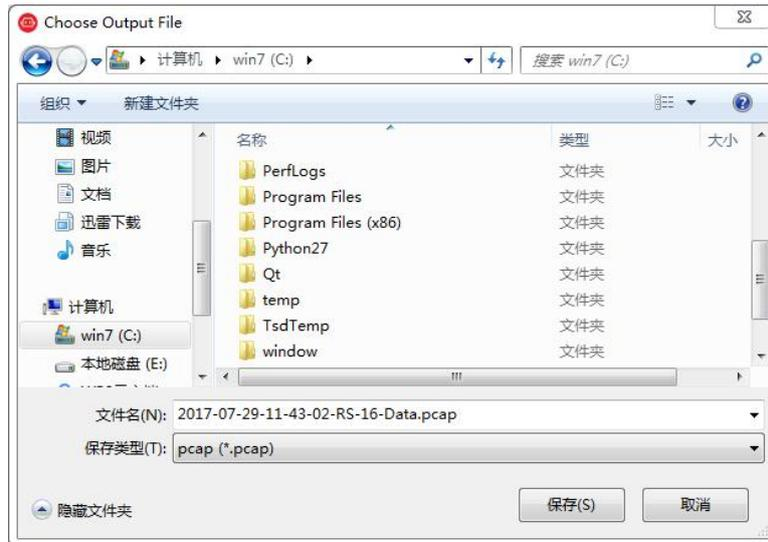

图 D-5 RSView 保存对话框
2. 在弹出的 **Choose Output File** 对话框中，选择需要保存的路径和保存的文件名后，点击“保存 (S)”按钮(图 D-5)。RSView 将开始将数据包文件写入目标 pcap 文件中。(注意：RS-Ruby 将会产生大量的数据，随着记录时间变长，目标 pcap 文件将会变大。因此最好将记录文件保存到 HDD 或者 SSD 中，而不是保存到较慢的 USB 设备或者用网络保存)。